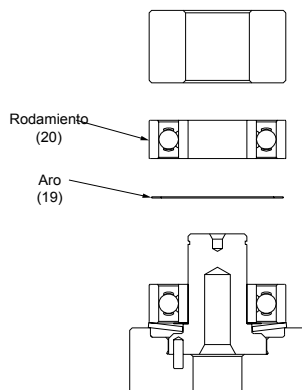

Figura 4
3. Coloque el aro (19) sobre el eje del tornillo de sujeción (24) y sobre la superficie del rodamiento (20) asegurándose de que esté centrado. Presione el rodamiento (18) (sin sellos/placas) usando la punta de la herramienta de presión del rodamiento del tornillo de sujeción T-3B (MPA0204), cuidando que el aro todavía esté centrado sobre el eje vertical del tornillo de sujeción y el rodamiento. Ver figura 4. Cuando el montaje